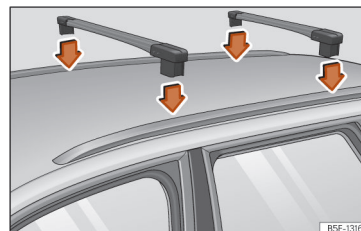

Abb. 196 Befestigungspunkte der Längsträger für den Dachgepäckträger (Leon Sportstourer).
Gültig für Leon Sportstourer: Die Querstangen werden an der seitlichen Dachreling angebracht »» (Abb. 196). Der Abstand zwischen den Querstangen (A) muss etwa 75 cm betragen und der Abstand der Querstange vorn zu der Halterung vorn der Seitenstange des Dachs (B) muss 30 cm betragen.